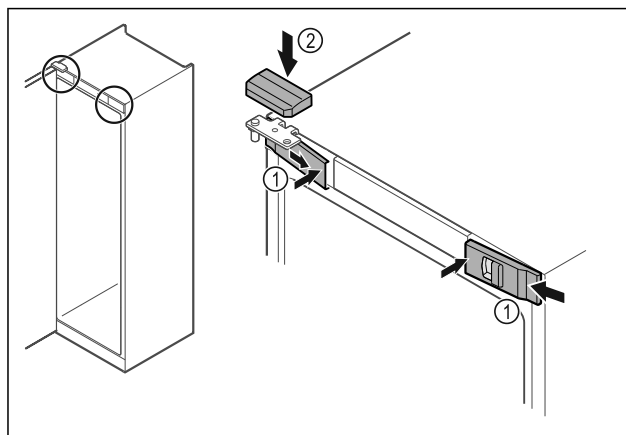

Fig. 53
- Haka fast skydden fram Fig. 53 (1) på sidan och sätt på dem på insidan.
- Sätt på det övre skyddet Fig. 53 (2) uppifrån.